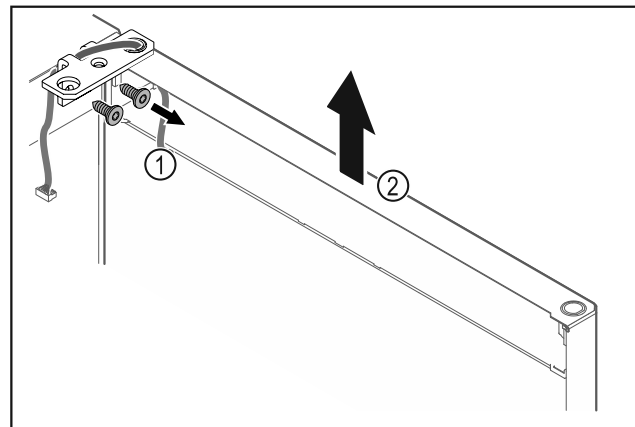

Fig. 27
- ▶ Csavarozza le a csuklópántot Fig. 27 (1).
- ▶ Az ajtót a csuklópánttal Fig. 27 (2) együtt emelje meg felfelé kb. 200 mm-rel, majd vegye le.